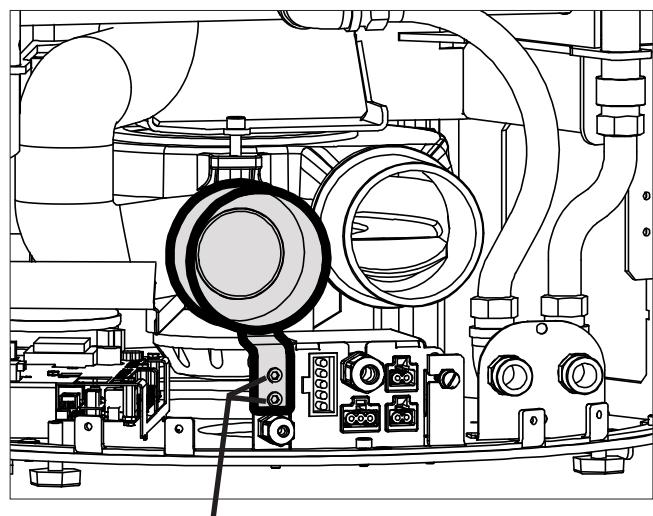

Fig.2b Schrauben Verbrennungsluftstutzen
- Verbrennungsluftstutzen abschrauben (Fig.2b).